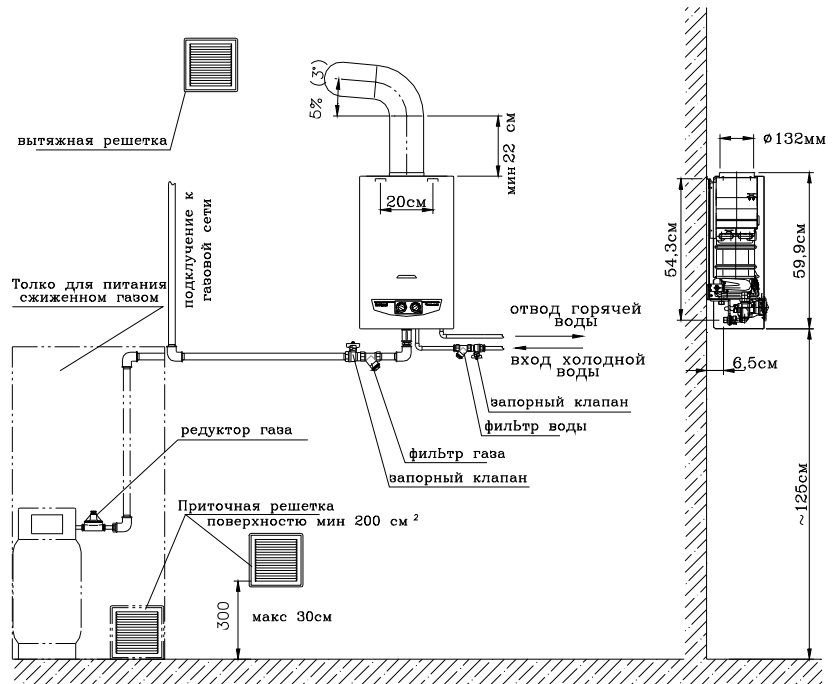

Рис. 3.1.3.1 Схема трубопроводов воды, газа и продуктов сгорания
После установки водонагревателя необходимо проконтролировать герметичность всех газовых и водяных соединений. Схема установки водяной, газовой и системы отводящей продукты сгорания указана на рис. 3.1.3.1 .
- Водонагреватель надо устанавливать, вблизи дымоотводящей трубы, а также в месте, где не произойдет замерзание водонагревателя. Дымоход должен выходить из водонагревателя вертикально (мин 220 мм) до первого колена. Горизонтальный участок дымохода не может быть длиннее 2-х метров, и должен быть установлен с уклоном минимум 5% (ок. 3°) в сторону водонагревателя (рис. 3.1.3.1). Длина дымохода от оси входа трубы, отводящей продукты сгорания до выпускаемой кромки под крышей должна быть не меньше 2 м. Внутренняя поверхность дымохода должна быть устойчивая к деструктивным воздействиям продуктов сгорания,
- Подключение водонагревателя к дымоходу необходимо согласовать с соответствующими организациями и должно соответствовать требованиям, указанным на рис. 3.1.3.1.